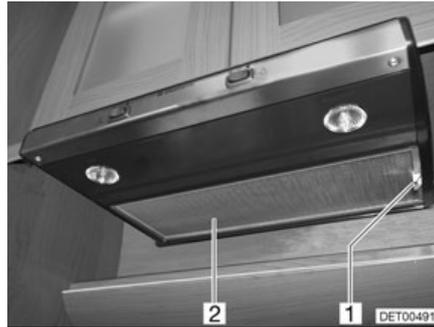

Fig. 264 Campana
- Tirar el filtro (Fig. 264,2) hacia abajo mediante el tirador (Fig. 264,1).